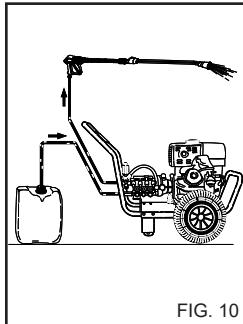

FIG. 10
1) Etter bruk med vaskemiddel må du skylle oppsugingskretsen. Stikk oppsugingsslangen for vaskemiddel (fig. 10) inn en beholder med rent vann og sett i gang pumpen i 1 minutts med doseringskranen helt åpen og lansen i utførselsmodus.
4) Etter bruk med vaskemiddel må du skylle oppsugingskretsen. Stikk oppsugingsslangen for vaskemiddel (fig. 10) inn en beholder med rent vann og sett i gang pumpen i 1 minutt med lansen i utførselsmodus.